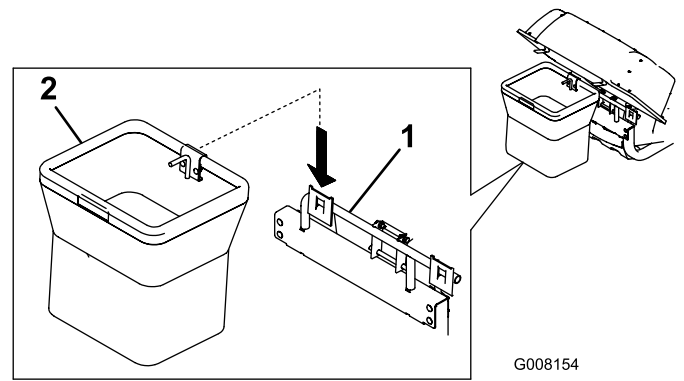

Figura 12
4. Instale las bolsas, colocando el enganche del bastidor de cada bolsa sobre los soportes de retención (Figura 12).
4. Abra el capó y retire las dos bolsas de los ganchos del bastidor de las bolsas (Figura 12).